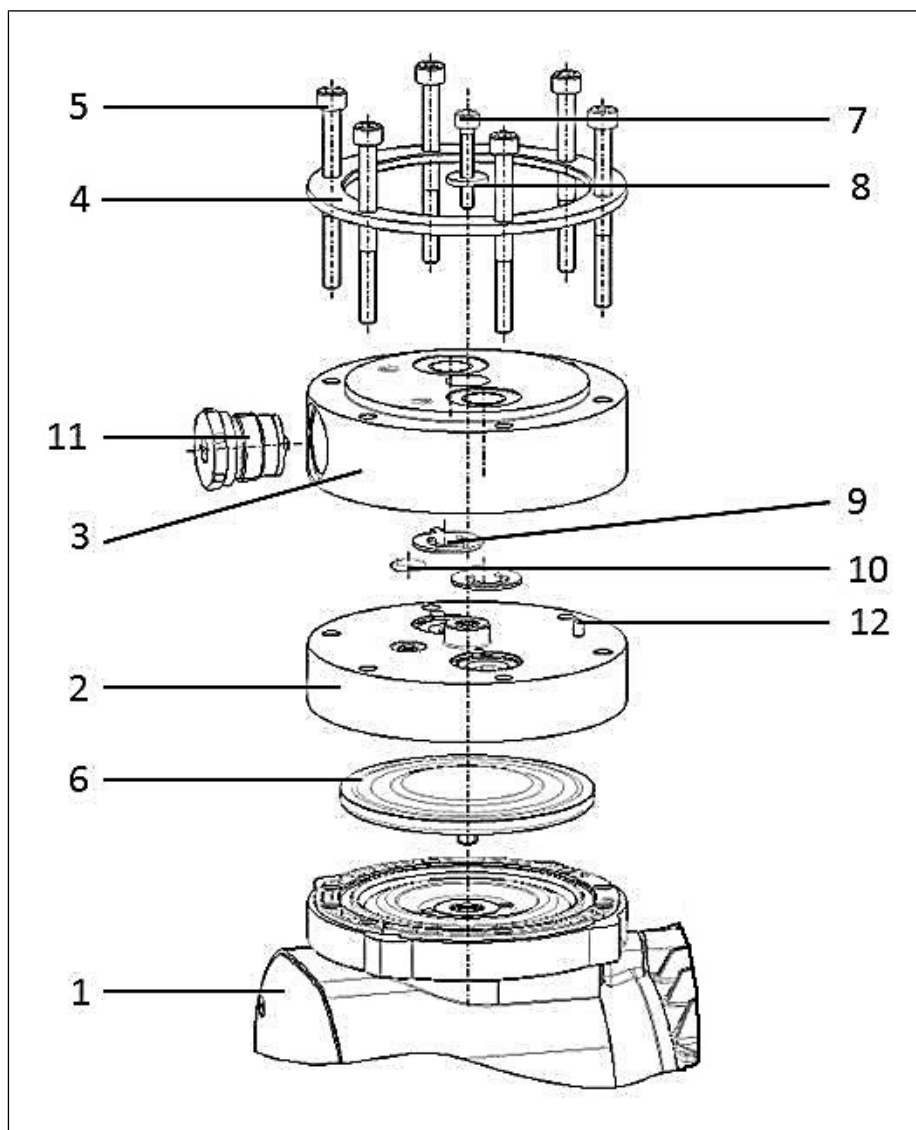

Fig.13 Partes de la bomba N922FT.29E EX
**Según Fig. 13
i Los números de posición de las siguientes instrucciones de trabajo se refieren a las Fig. 13.